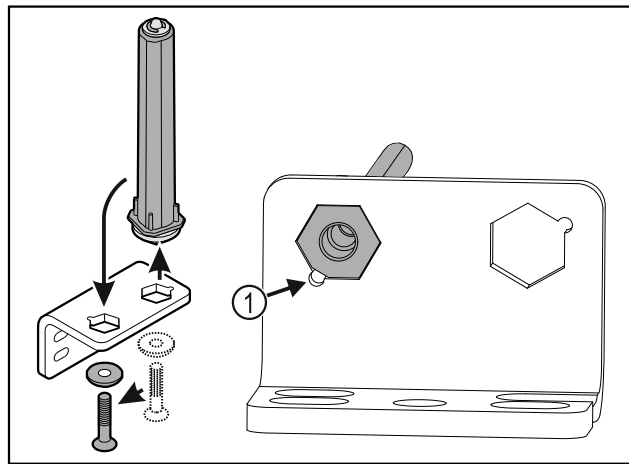

Fig. 29
- ▶ Pöörake tähelepanu sellele, et sissepanemisel on poldi kaldpind Fig. 29 (1) ümara ava poole.